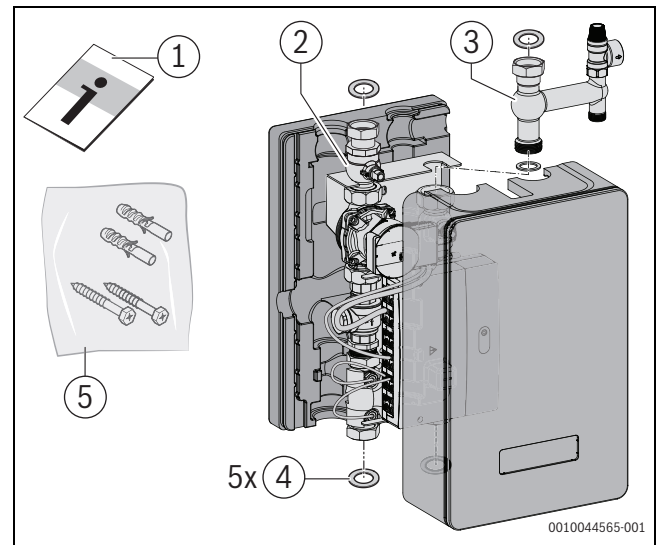

Bild 4 Lieferumfang HW-Set HYC25
- Anschluss-Set Hybrid inklusive Hybrid-Modul (→Bild 4).